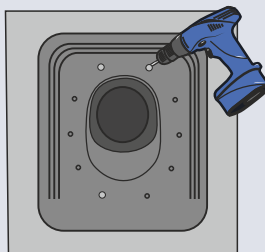
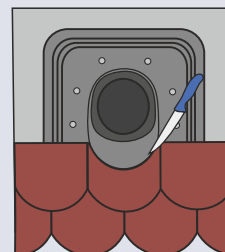

Рис.4
Рис.5
5. На выходную трубу оденьте и защелкните гибкий шланг KRONOFLEX (приобретается отдельно). Нанесите герметик на кровельное покрытие и равномерно прижмите проходной элемент. Зафиксируйте его положение при помощи гвоздей или саморезов в количестве от 10 до 14 шт (рис. 4). Важным моментом завершения монтажа является обязательное нанесение герметика сверху на всю площадь проходного элемента и приклеивание гибкой черепицы плотно к стенкам. (рис.5).